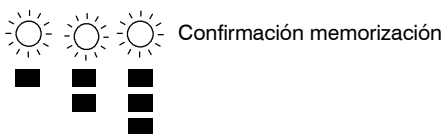

fig. 5.29
- 8 Para llevar a cabo la memorización de la configuración, hay que mantener presionado el pulsador de restablecimiento caldera durante, aproximadamente, 5 segundos; todos los indicadores luminosos de señalación simultáneamente, como se describe en fig. 5.29